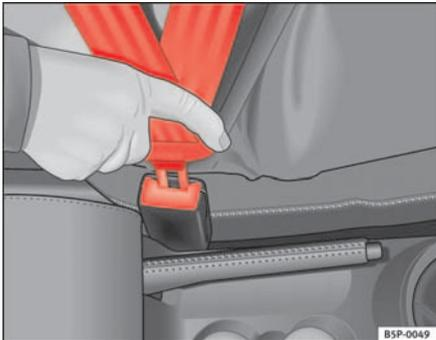

Abb. 12 Gurtschloss und Schlosszunge des Sicherheitsgurtes
- Stecken Sie die Schlosszunge in das zum Sitz gehörende Gurtschloss, bis es hörbar einrastet ⇒ **Abb. 12**.